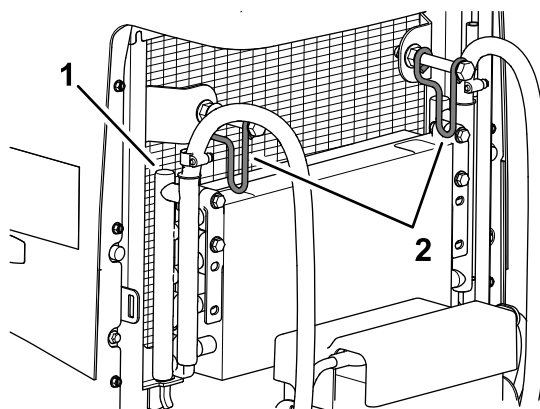

Рисунок 111
7. Поверните 2 защелки маслоохладителя внутрь и отклоните маслоохладитель (Рисунок 111).